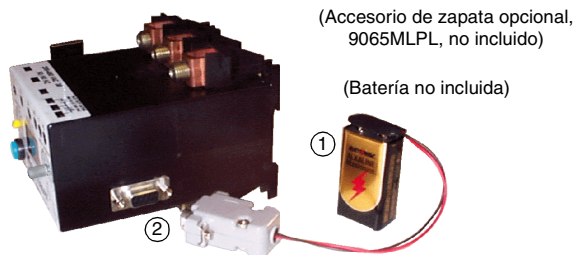

Figura 5: Conexión del adaptador de batería de 9 V
- *Adaptador de batería de 9 V:* Aplique 9 V $\overline{\text{---}}$ al adaptador incluido con el RSES. Vea la figura 5.